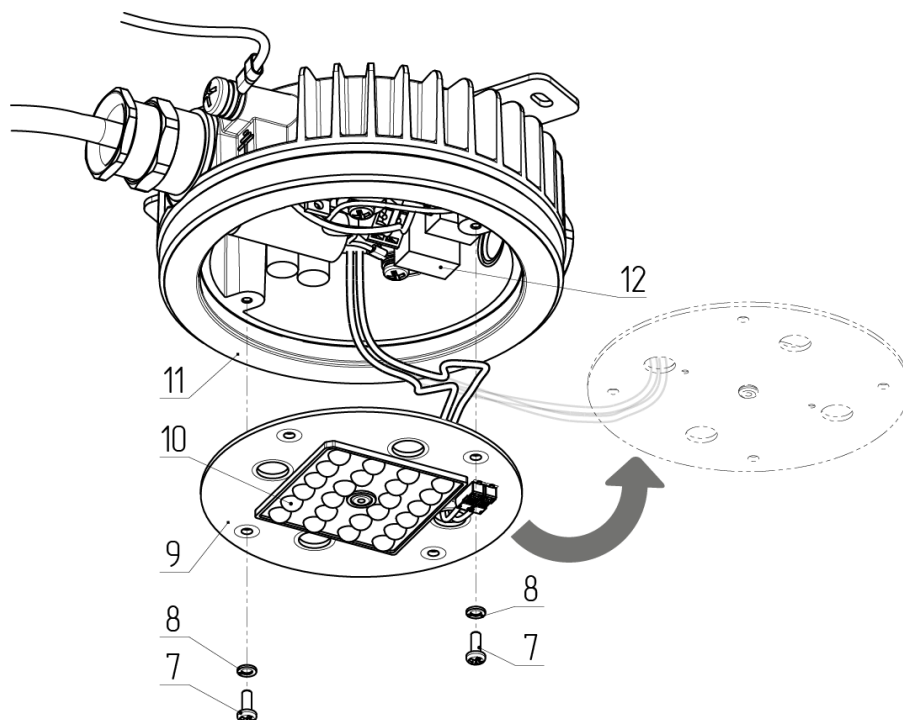

Рис. 4
4.1.4 – Выкрутить винты 7, снять шайбы 8. Светодиодный модуль 9 вместе с оптическим модулем 10 извлечь из корпуса светильника 11, обеспечив доступ к источнику питания 12 (см. рис. 4).